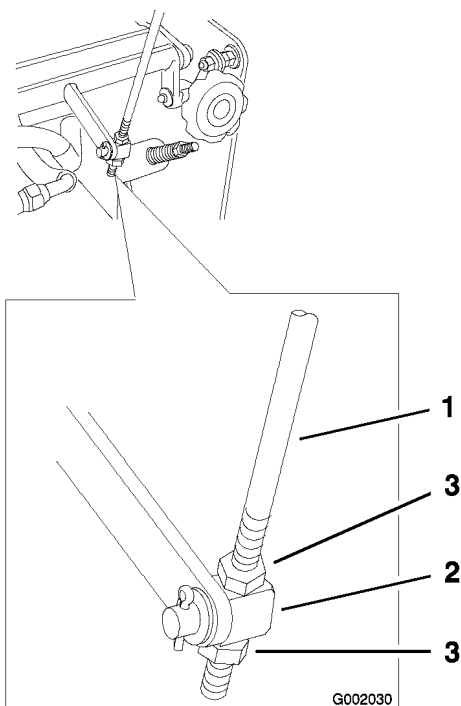

Figura 18
- Afloje las tuercas que sujetan el pivote que está conectado a la barra de control de velocidad (Figura 18).
- Ajuste el pivote de la varilla de control de velocidad y apriete las tuercas contra el pivote (Figura 18).
- Ajuste la longitud de la varilla de control girando la varilla de control en el acoplamiento (Figura 18).